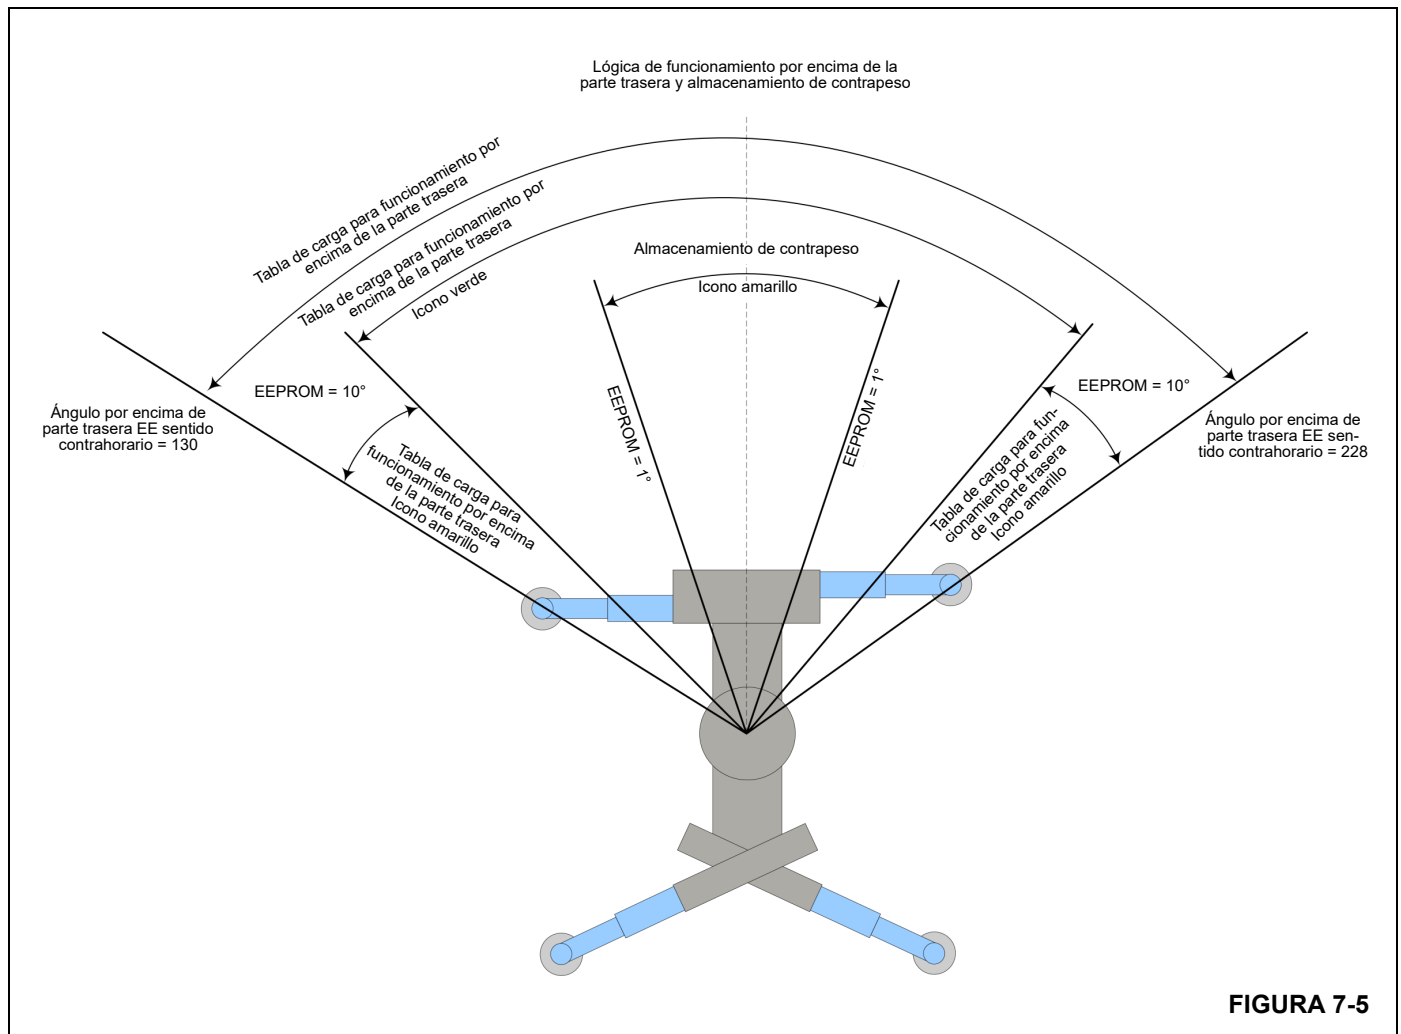

FIGURA 7-5
-  Modo de funcionamiento por encima de la parte trasera: Se muestra cuando la grúa está actualmente en el modo de tabla de carga por encima de la parte trasera. Si la grúa está dentro de la gama de valores de EEPROM para funcionar por encima de la parte trasera, se muestra el icono VERDE. Si la grúa está dentro de 10° de los límites interiores de estos valores de EEPROM, el icono es amarillo. Vea Figura 7-5.
-  Posición de giro de retiro de contrapeso: Se muestra para indicar que el operador se está acercando a la zona (AMARILLA) donde las planchas de contrapeso se pueden fijar con pasadores a la torreta/caja. Vea Figura 7-5.